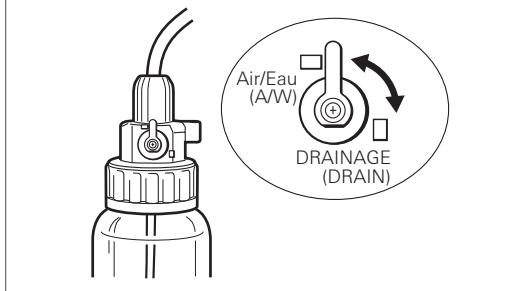

Figure 3.3
4. Placer le levier d'alimentation air/eau et de drainage en position A/W (Figure 3.3).